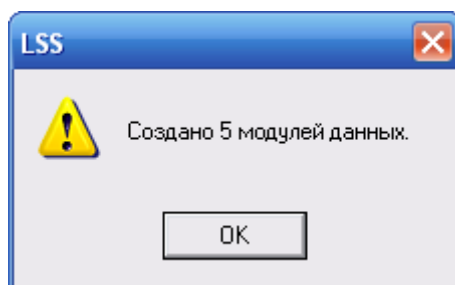

Рис. 9-29
3. После этого появится сообщение о количестве созданных модулей данных (рис. 9-29).